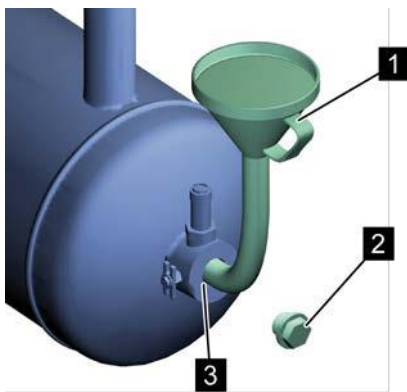

Рис. 36: Заливной штуцер
6. При помощи воронки (Рис. 36/1) залейте охлаждающую жидкость до заливной кромки заливного штуцера (Рис. 36/3).
8. Вставьте резьбовую пробку наливного отверстия (Рис. 36/2) и затяните ее  Приложение В «Моменты затяжки винтов» на странице 126.